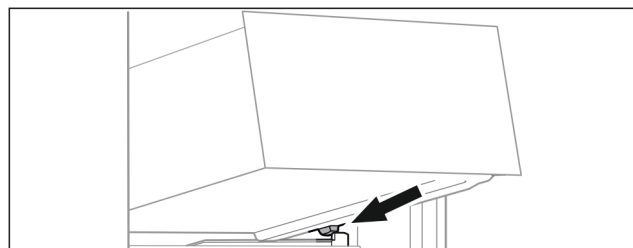

Fig. 113
- ▶ Helyezze a fiókot ferdén az ütközők mögé, a tartóbordára. (lásd Fig. 113)